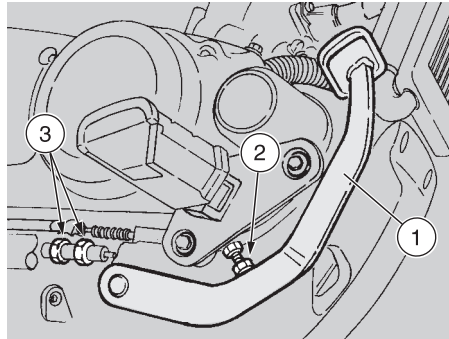

Fig. 14
- ◆ Regule la palanca del freno (1-Fig.14) a la altura deseada (en posición de descanso) mediante el tensor de fin de carrera (2-Fig.14).
Si fuese necesaria una regulación, regule la posición del interruptor stop mediante las tuercas adecuadas (3-Fig.14).